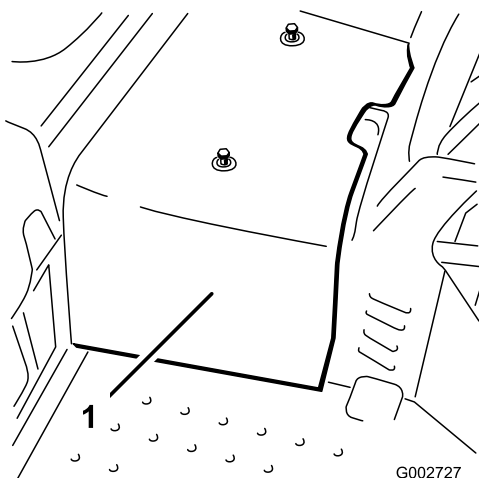

Figure 31
2. Retirez les 2 vis qui fixent le carénage central à la machine et déposez le carénage (Figure 31).